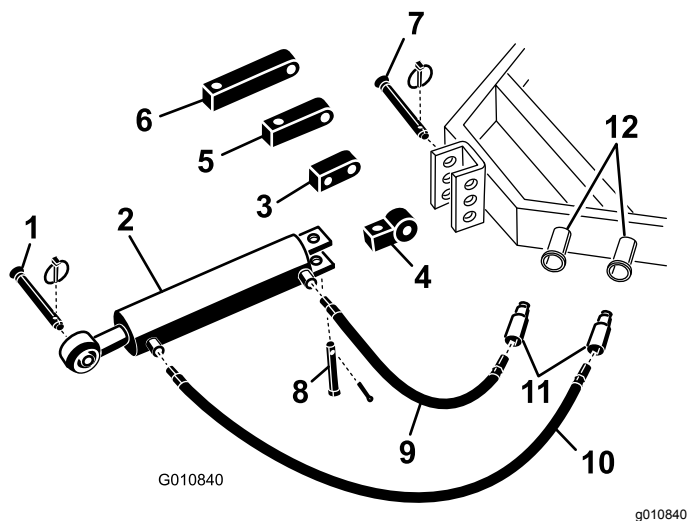

図 5
1. トラクションユニットに付いているピンを使って、油圧式上部リンクの接続リンクをトラクションユニットに固定する **図 5**。
注 油圧シリンダのポートが上を向くような取り付けしかできない場合には、通常取り付けブロックではなく、回転ブロックを使ってポートの位置を合わせてください **図 5**。回転ブロックの代わりに 90° フィッティングを使用することもできます。90° フィッティングはキットに含まれておりません。
- A. 通常接続リンクをシリンダに固定しているコッターピンとピンを抜き取る **図 5**。シリンダから接続リンクを取り外す。
- B. 外したピンを使って、回転ブロックをシリンダに取り付ける **図 5**。
- 長い油圧ホース106 cmを、エアレータに近い方の上側油圧リンクポートに接続する図 5 オイル漏れを防止するために、ねじ部にはシールドテープやコンパウンドなどのシール材を使用すること。
- 短い油圧ホース76 cmを、トラクションユニットに一番近い上側油圧リンクポートに接続する図 5 オイル漏れを防止するために、ねじ部にはシールドテープやコンパウンドなどのシール材を使用すること。
油圧シリンダのロッドがブラケットにとどかない場合には、通常に取り付けブロックではなく、延長ブロックを使ってください図 5。
- A. 通常の接続リンクをシリンダに固定しているコッターピンとピンを抜き取る 図 5。シリンダから接続リンクを取り外す。
- B. 外したピンを使って、必要な長さの延長ブロックをシリンダに取り付ける 図 5。